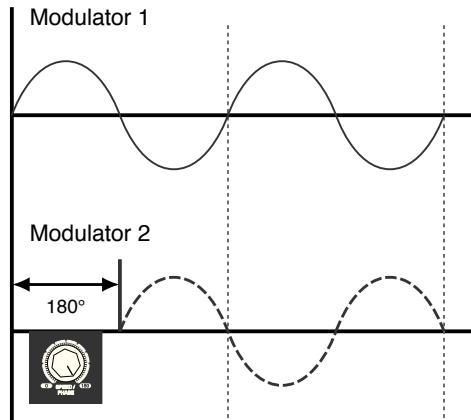

Abbildung 3: Phasenverschiebung bei eingeschalteter Synchronisation
SYNC (durch die Zahlen ①, ② und ③ dargestellt): Der *Modulator* wird zu seinem linken Nachbarn synchronisiert. Er folgt dessen Geschwindigkeit. Somit können mehrere *Modulatoren* mit dem **SPEED/PHASE** Regler ② des taktgebenden *Modulators* gemeinsam variiert werden. Im Sync-Modus verändert der **SPEED/PHASE** Regler ② die Phasenlage der synchronisierten *Modulatoren* relativ zum jeweils linken Nachbarn (siehe "Abbildung 3: Phasenverschiebung bei eingeschalteter Synchronisation" auf Seite 10).